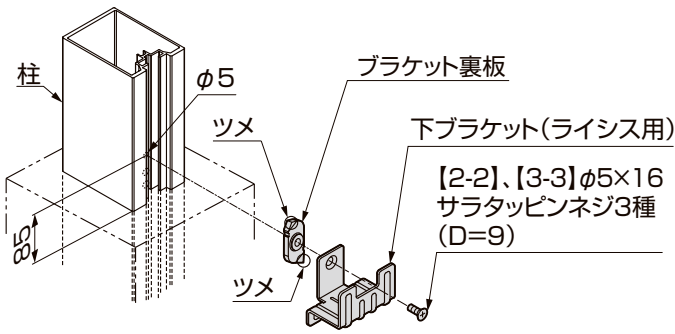

図3-1
- ②図のA+85mmにφ5mmの穴加工を行ってください。(図3-1参照)